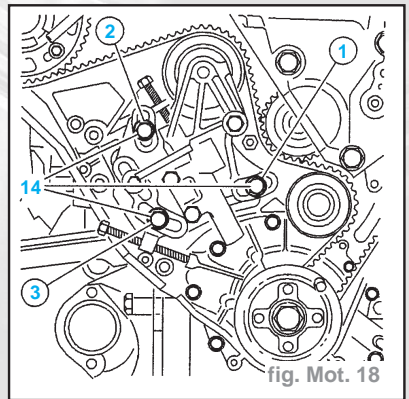

fig. Mot. 18
- Serrer les vis (14) à 1 daN.m (respecter l'ordre indiqué) (fig. Mot. 18).
- Desserrer les vis (14) de 45°.
- Serrer la vis (14) à $2,5 \text{ daN.m}$ (respecter l'ordre préconisé) (fig. Mot. 18).
- Piger le vilebrequin à l'aide de la pige (2).
- Desserrer les vis (14) de 45° .
- Déposer la vis (15).
- Desserrer la vis (13) afin d'obtenir un coulisement sans jeu de l'outil (3).
- Attendre une minute (action amortisseur) dans le cas d'un resserrage de la vis (13).
- Vérifier que l'outil (3) coulisse sans jeu.
- Déposer l'outil (3).
- Serrer les vis (14) à $2,5 \text{ daN.m}$ (respecter l'ordre préconisé) (fig. Mot. 18).